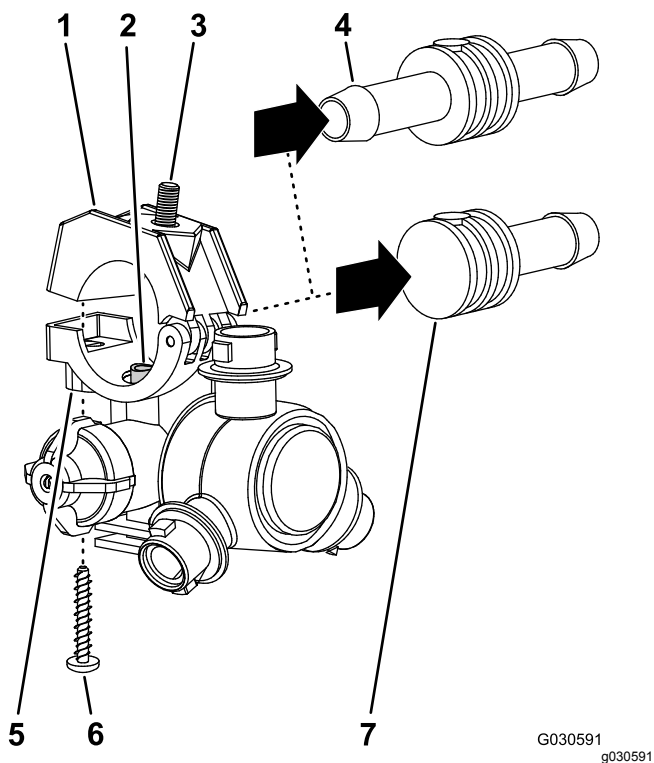

Рисунок 119
2. У трех распылительных сопел, снятых при выполнении пункта 1 в разделе Снятие распылительных сопел \(страница 43\), отверните винты из нержавеющей стали (№ 12 x $1\frac{1}{4}$ дюйма), которые крепят верхние половины зажимов и хвостовики двухсторонних или односторонних шланговых штуцеров типа «елочка» ($\frac{3}{4}$ дюйма) к корпусу каждого распылительного сопла, и снимите хвостовики шланговых штуцеров типа «елочка» (Рисунок 119).